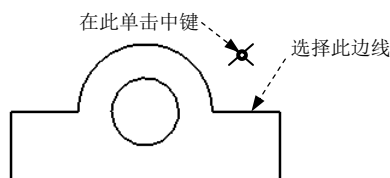
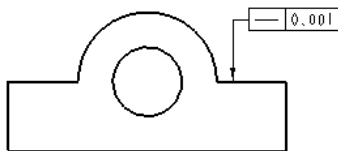

图 5.6.5 定义公差参照 (一)
图 5.6.7 标注“直线度”
Step4. 定义公差参照。在 “几何公差” 对话框中 **参考**: 区域的 **类型** 下拉列表中选择 **边** 选项 , 单击 **选择图元...** 按钮 , 在系统 **选择特征的边** 的提示下 , 选取图 5.6.5 所示的边线为公差参照。
(2) 在系统选择多边, 尺寸界线, 基准点, 多个轴线, 曲线, 顶点 或截面图元。的提示下, 选取图 5.6.5 所示边线为放置位置参照。
(3) 在图 5.6.5 所示的位置单击中键, 放置“直线度”公差符号, 结果如图 5.6.7 所示。